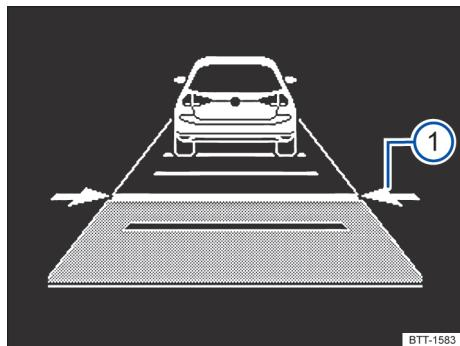

Fig. 99 No display do instrumento combinado: ajustar a distância (representação esquemática, o ACC regula).
O display do instrumento combinado exibe o nível ajustado → Fig. 99 ①. Observar os requisitos para a distância mínima específicos.